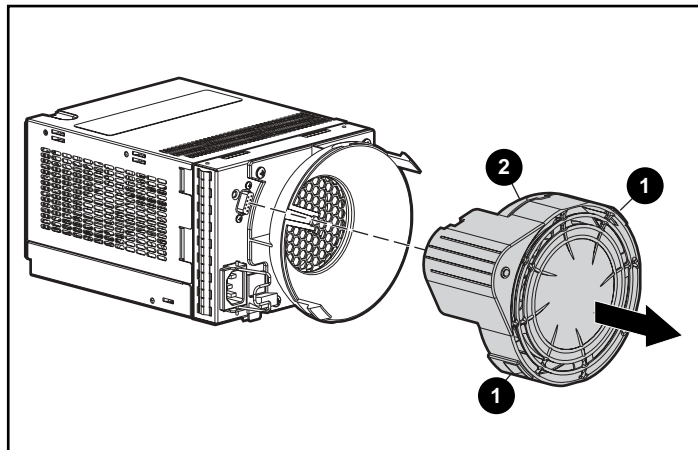

Abbildung 16: Austauschen des Lüfters
1. Drücken Sie die beiden dunkelroten Verriegelungen am Lüfter **1** nach innen, und ziehen Sie gleichzeitig das Lüfterelement **2** ab. In Abbildung 16 ist dieser Vorgang dargestellt.